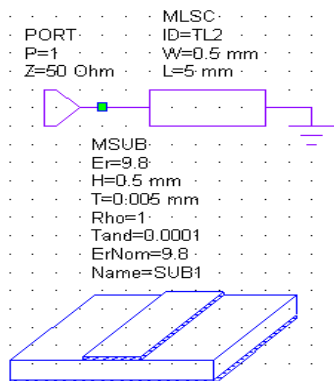

Рис. 8.1
3. Откройте окно просмотра элементов. Раскройте группу **Microstrip** и из подгруппы **Lines** поместите в окно схемы элемент короткозамкнутого отрезка линии **MLSC**. Добавьте порт на входе схемы (рис. 8.1).